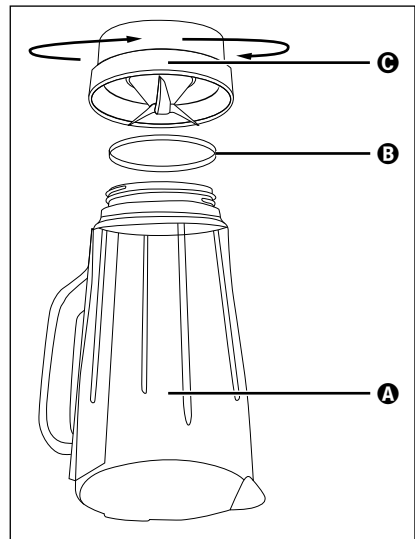

Fig. 4
- 2) Renversez l'appareil et tournez la pièce en plastique ④ du bol mixeur ③ dans le sens anti-horaire afin qu'elle se détache de la pièce en verre ① du bol mixeur ③ (voir fig. 4).
- 4) Si besoin, vous pouvez détacher prudemment la bague d'étanchéité ⑤ de la pièce en plastique ④. Nettoyez-la avec de l'eau additionnée d'un produit à vaisselle doux et rincez-la à l'eau claire.
- 6) Le cas échéant, remettez la bague d'étanchéité ⑤ correctement en place dans la pièce en plastique ④. Remettez ensuite la pièce en plastique ④ du bol mixeur ③ sur la pièce en verre ① du bol mixeur ③ et tournez la pièce en plastique ④ à fond dans le sens horaire.